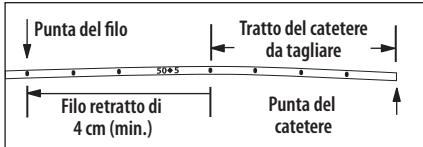

Figura 2
- Ritirare il filo di posizionamento attraverso il setto per retrarre il filo di almeno 4 cm rispetto al punto in cui si intende tagliare il catetere (vedere la Figura 2).